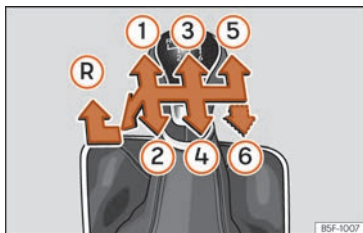

Fig. 55 Schema di un cambio manuale a 5 marce o a 6 marce.
Nella leva selettoria sono indicate le posizioni delle marce »» **fig. 55**.
basso, muoverla a fondo a sinistra e quindi in avanti »» **fig. 55** (R).